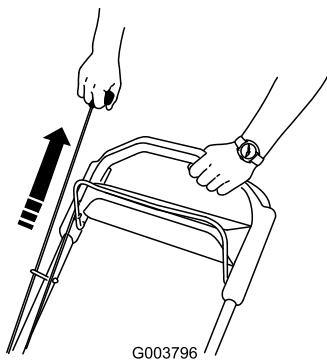

Figura 19
- Tire del arrancador de retroceso en la posición de operación (Figura 19).